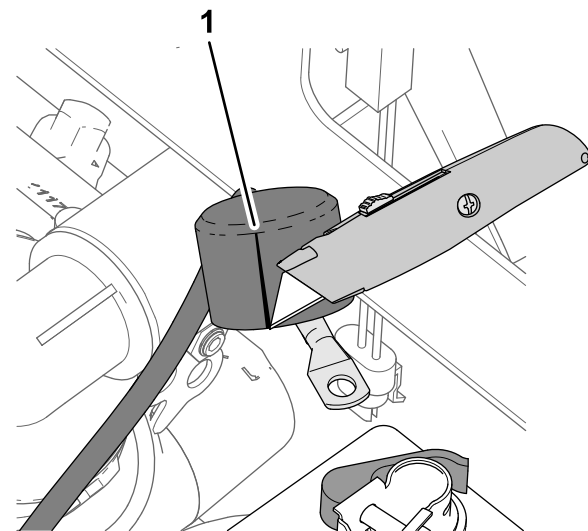

Figura 209
- Deslize a cobertura de isolamento do cabo positivo da bateria para o arrancador como se mostra na Figura 209.